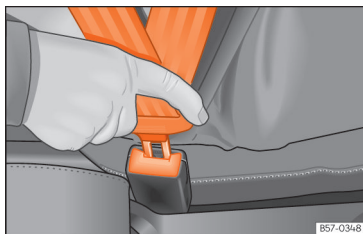

Fig. 24 Inserir a lingueta do cinto de segurança no fecho correspondente.
- Encaixe a lingueta no fecho do respetivo banco »» Fig. 24.